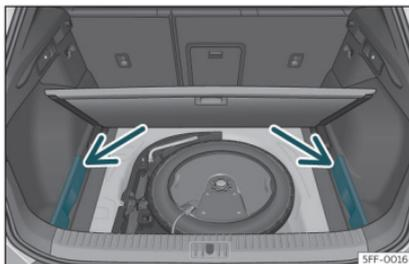

Fig. 107 Dans le coffre à bagages : caches de rangement de la plage arrière.
- Retirez les caches gauche et droit »» **fig. 107**.